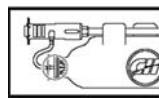

Figure 8
- Remplir l'applicateur de détergent (figure 8) de détergent.